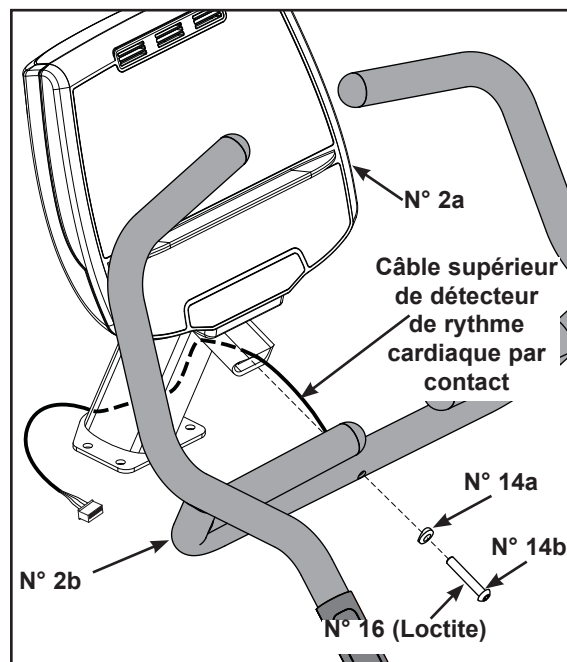

Figure 4 (750A)
- A. Repérez la console (n° 2a), le guidon (n° 2b), la rondelle selle (n° 14a) et une vis de blocage à tête ronde 0,375-16 x 2,25 en acier inoxydable (n° 14 b). Reportez-vous à la figure 4.
- C. Faites passer le câble du détecteur de rythme cardiaque supérieur dans le support de la console. Reportez-vous à la figure 4.
- D. Fixez la console (n° 2a) au guidon (n° 2b) ; à l'aide de la clé Allen de 7/32 po, fixez en utilisant une rondelle selle 0,390 DI x 0,750 DO x 6 (n° 14a) et une vis de blocage à tête ronde 0,375-16 x 2,25 en acier inoxydable (n° 14 b). Reportez-vous à la figure 4.